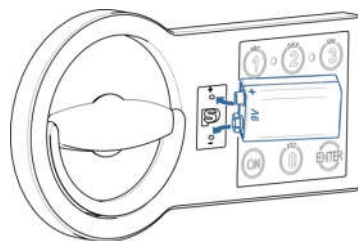

Fig.5.2
- Halten Sie die Batterie auf die beiden Kontakte (siehe Fig. 5.2). !!Beachten Sie die korrekte Polung beim Anlegen der Batterie!!